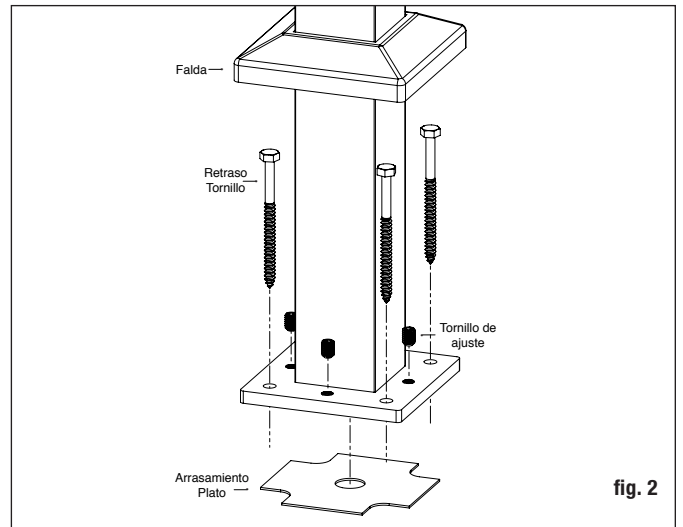

fig. 2
**Paso 2** Instale los postes uniéndolos a la base de aluminio a la superficie de la plataforma. Coloque el poste de manera que el sujetador entre en la viga del piso y asegúrese de que la plataforma esté firmemente sujeta a la viga en la ubicación de los postes. Si es necesario, use bloques de madera firmemente sujetos a la estructura de las vigas como refuerzo debajo de la plataforma donde se encuentran los postes. Los sujetadores que sujetan la base del poste a la superficie deben poder fijarse a las vigas o tirantes de refuerzo, no solo a la plataforma en sí. *Nota: Cuando instale un poste de aluminio en la parte superior de una superficie de madera, los tornillos deben colocarse en al menos 3 pulg. de madera maciza (sin incluir la plataforma). Las tablas de terraza de 5/4 pulg. o 1 1/2 pulg. no proporcionan suficiente material para una instalación segura. Si es necesario, agregue material adicional a la parte inferior de la superficie (fig. 2).*